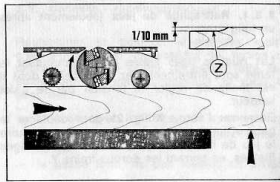

Figure 24
Soutenir les pièces longues, à l'entrée et à la sortie de la machine, pour éviter un talon (Z) en bout de pièce. Un talon de 1/10^e de mm peut être toléré (fig. 24) Pour obtenir une bonne finition, choisir l'avance lente.